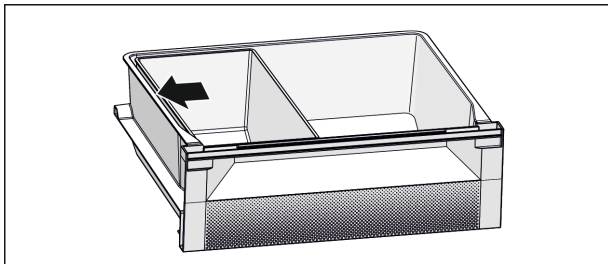

Fig. 6
- ▶ Colocar la bandeja de Fish & Seafood. Con la posición indicada, se obtiene una función de refrigeración óptima (consulte Fig. 6).